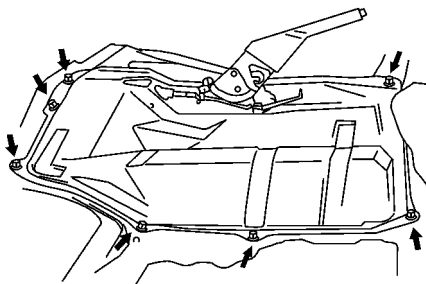

图 15-49 拆下发动机右侧上罩板
(2) 拆下发动机右侧上罩板。旋下螺栓,拆下右侧上罩板,如图 15-49 所示。